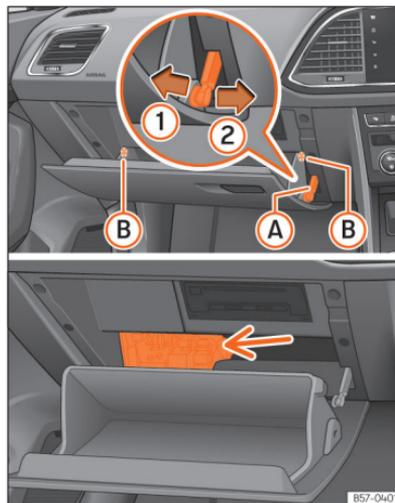

Abb. 198 Rechtslenker: Abdeckung des Sicherungskastens an der Instrumententafel, Beifahrerseite.
- Verriegelungstaste »» [Abb. 198] **A** in zwei Schritten ausbauen: zunächst Verriegelungstaste nach hinten ziehen (Pfeil **1**) und danach etwas nach rechts schieben (Pfeil **2**). Führung ausbauen, wenn die Abdeckung normal geöffnet ist (30°).